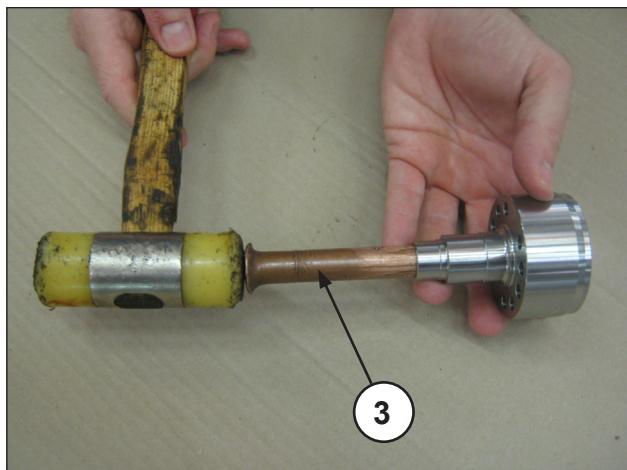
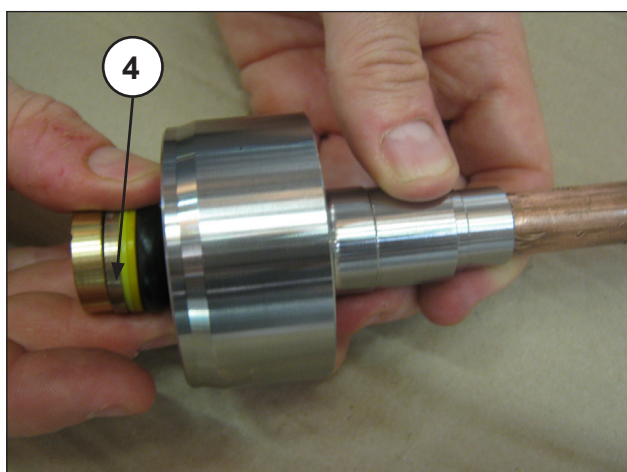
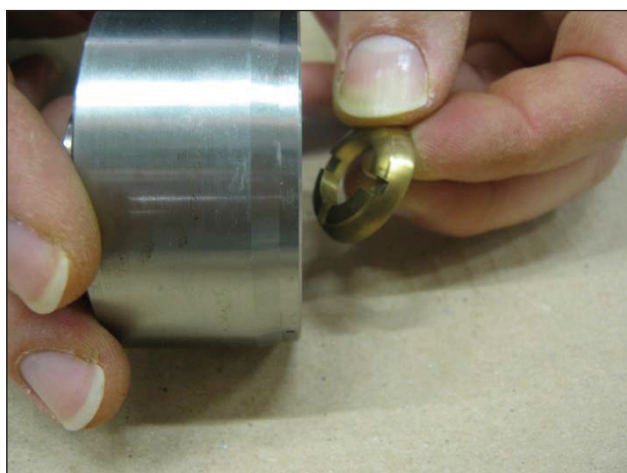

Рис. 34
Рис. 35
Рис. 36
- При снятой опоре прокладок ВД и с помощью специального штифта (поз. ③ Рис. 34) выньте пакет ВД (высокого давления) (поз. ④ Рис. 35) и извлеките кольцо торца (Рис. 36).
Комплект ВД (Рис. 35, поз. ④) подлежит замене при каждом демонтаже.